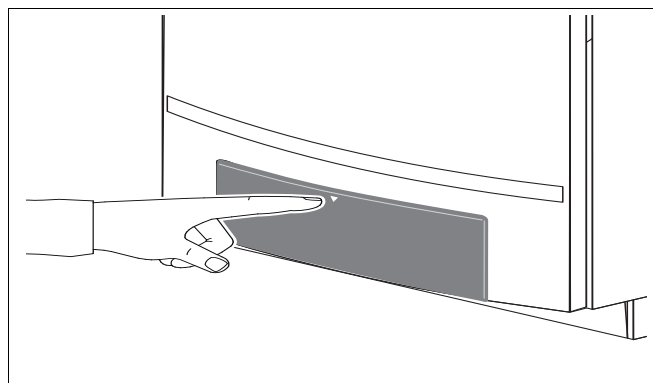

Рис. 28 Открытие панели управления
- Нажать и открыть крышку панели управления котла (рис. 28).